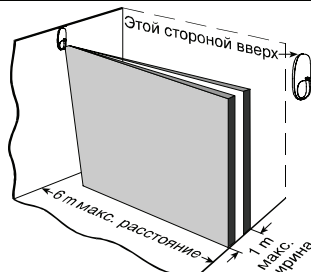

Рисунок 2. Установка на стене
Подробно область покрытия и альтернативная установка показаны на рис. 2 – 6.
**Позиции монтажа:** Смотри рисунок 2 - 6.